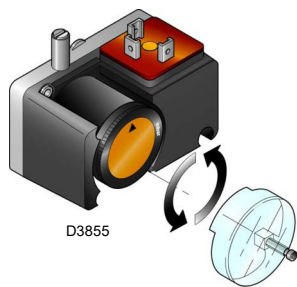

Fig. 22
- Regule o pressostato de gás de pressão mínima (Fig. 22) na parte inicial da escala.